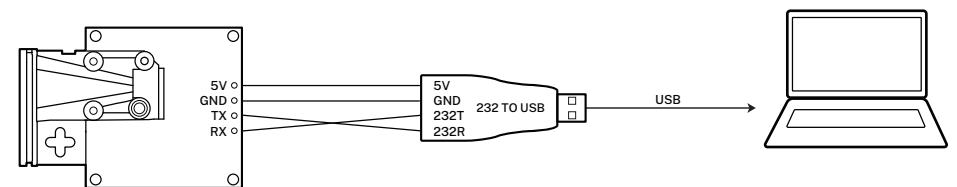

图 2. L4 接 USB 转 232 图 (EN 脚功能详见 2.1 电气接线图处的说明)
- 按照图 2 所示, 传感器的 5V、GND, 分别和 232 转 USB 转换器的 5V、GND 连接;